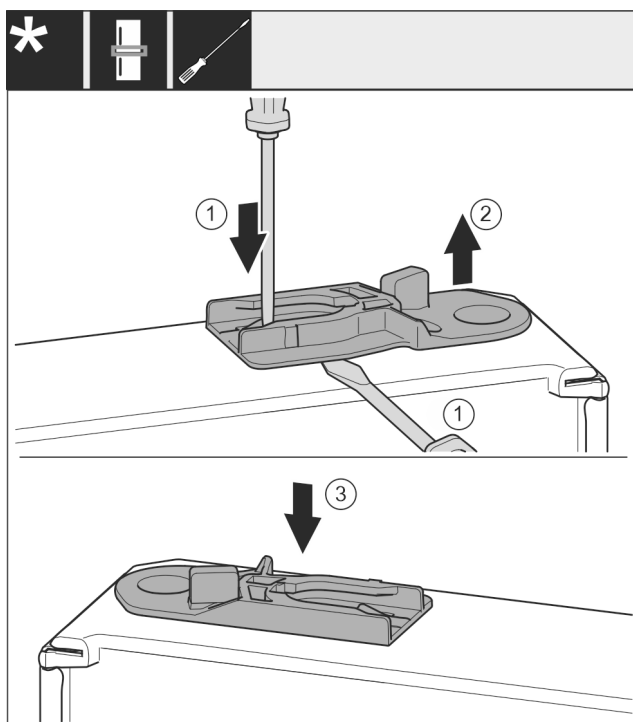

Fig. 38 \*
- ▶ Извлеките направляющее гнездо: Нажмите на накладку шлицевой отверткой и одновременно переместите ее при помощи шлицевой отвертки под направляющее гнездо. Fig. 38 (1, 2)\*
- ▶ Входящее в комплект поставки направляющее гнездо вставьте на другой стороне корпуса. Fig. 38 (3)\*